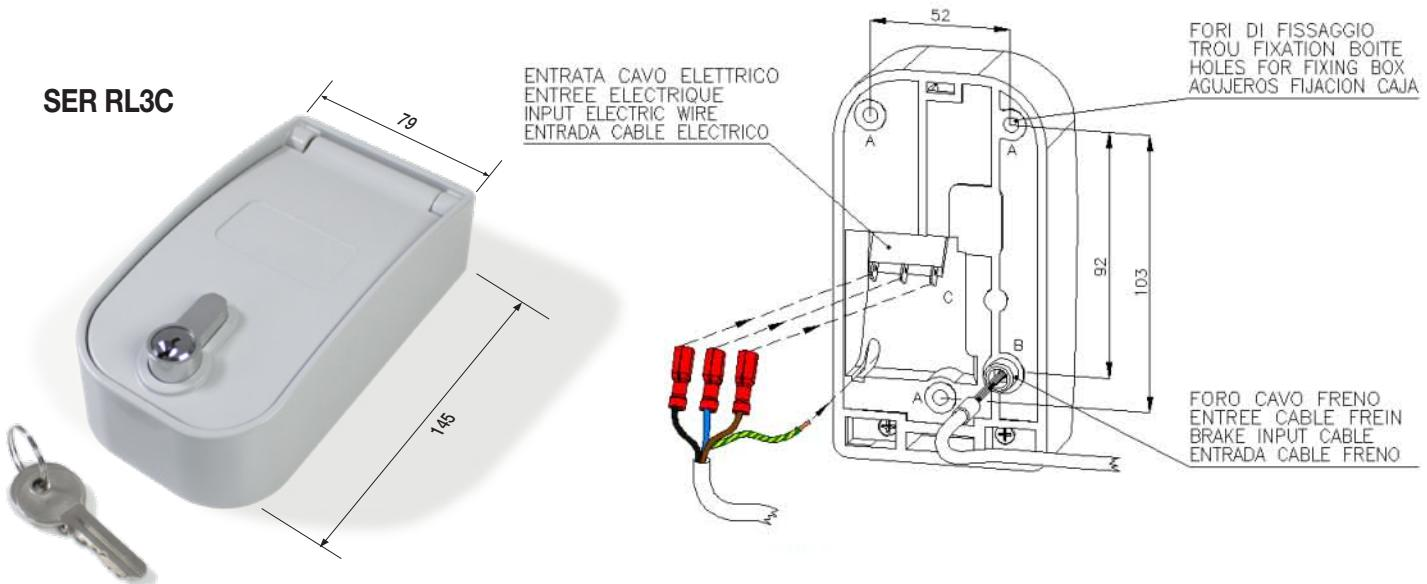

FIG. 1
- Predisporre l'uscita dei cavi elettrici e del cavo di sblocco dal muro, rispettando gli appositi ingombri del blindino. Eseguire i tre fori di fissaggio per avvitare il blindino alla parete (fig.1)
- Inserire il cavo dello sblocco nell'apposita sede (fig. 1 e 2) e inserire il cavo metallico nel foro della leva. Posizionare la leva nell'apposita sede.
- Prepare the electrical wire and release cable outlet from the wall, respecting the preset spaces on the switch box. Drill three holes to fix the casing to the wall (fig. 1).
- Insert the release cable into its slot (fig. 1 and 2) and insert the metallic cable in the lever hole. Move the lever to its place. Place the set screw on the cable and approach it to the lever.
- Disposer la sortie des câbles électriques et du câble de déblocage du mur en respectant les espaces prévus à cet effet sur le corps du sélecteur. Réaliser les trois perforations de fixation pour visser le boîtier au mur (fig.1)
- Placer le câble de déblocage dans son siège (fig. 1 et 2) et le câble métallique dans le trou du levier. Mettre maintenant le levier à son emplacement.
- Preparar la salida de los cables eléctricos y del cable de desbloqueo de la pared, respetando los espacios previstos en el cuerpo del selector. Realizar los tres agujeros de fijación para atornillar la caja en la pared (fig.1).
- Introducir el cable de desbloqueo en el espacio al efecto (fig. 1 y 2) y insertar el cable metálico en el agujero de la palanca. Colocar ahora la palanca en su lugar.